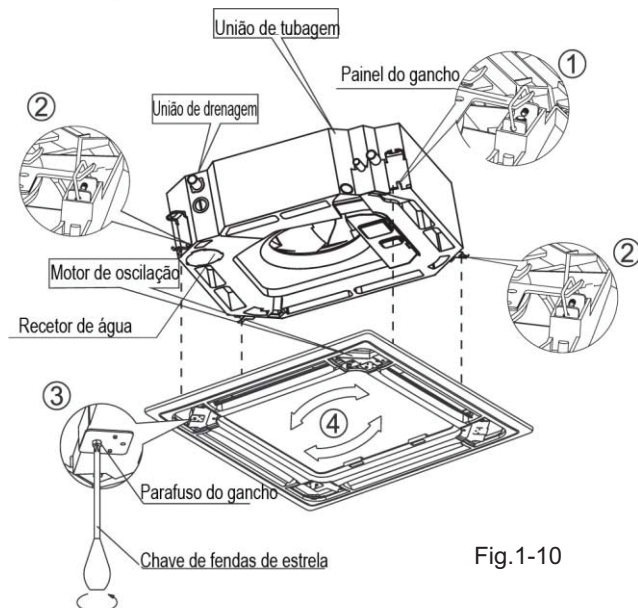

Fig.1-10
- Alinhe devidamente o motor de oscilação no painel das uniões das tubagens do corpo da máquina. (Consulte a Fig. 1-10)